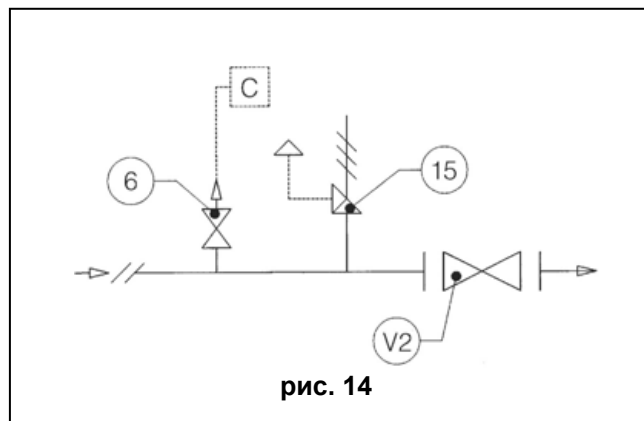

рис. 14
4.1.1 УСТАНОВКА НЕПОСРЕДСТВЕННО НА ЛИНИИ (рис. 14).